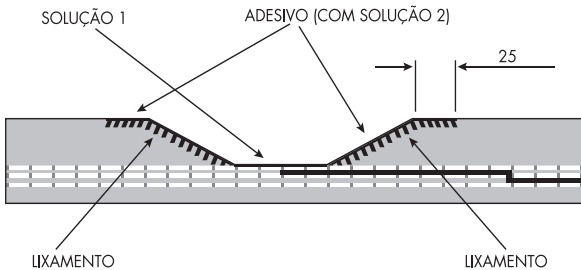

Figura 75
dimento anterior, porém, lixar uma faixa adjacente ao chanfro de 25mm de largura, sobre a qual será colocada a borracha de cobertura (ver figura 75).
13. Pintar as lonas do passo de acabamento, **os chanfros (incluindo a faixa der 25mm lixada)** das duas extremidades com o produto resultante da mistura do adesivo com a solução 2, deixando secar até a obtenção do “tack” (ver figura 75).